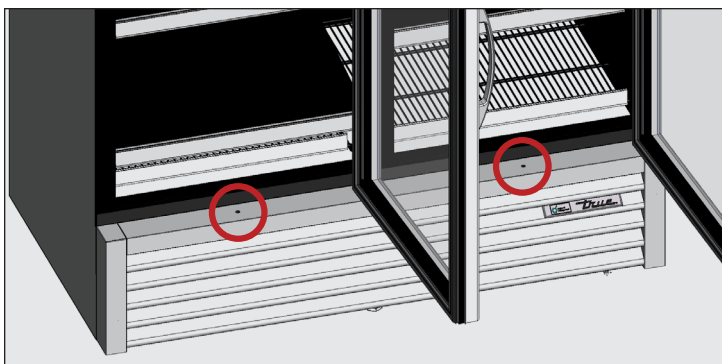

Fig. 1. Emplacement des vis de la grille de ventilation avant. Unités à deux portes représentée.
2. Retirez la grille de ventilation avant de l'appareil. Voir fig. 1 et 2.